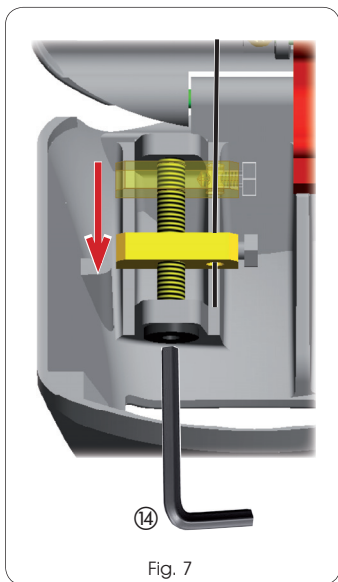

Fig. 7
9. Agendo sulla testa della vite di regolazione con una chiave esagonale muovere il tensionatore fino a sbloccare l'operatore collegato come mostrato in Fig.7 rif. 14;
- Turning the head of the adjustment screw with a hexagon wrench, move the tensioning device until you release the operator, connected as shown in Fig. 7 ref. ⑭;